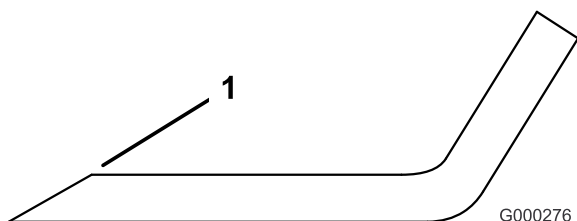

Figura 100
1. Utilize uma lima para afiar a aresta de corte em ambas as extremidades da lâmina (Figura 100). Mantenha o ângulo original. A lâmina manterá o equilíbrio se for retirada a mesma quantidade de material de ambas as extremidades de corte.